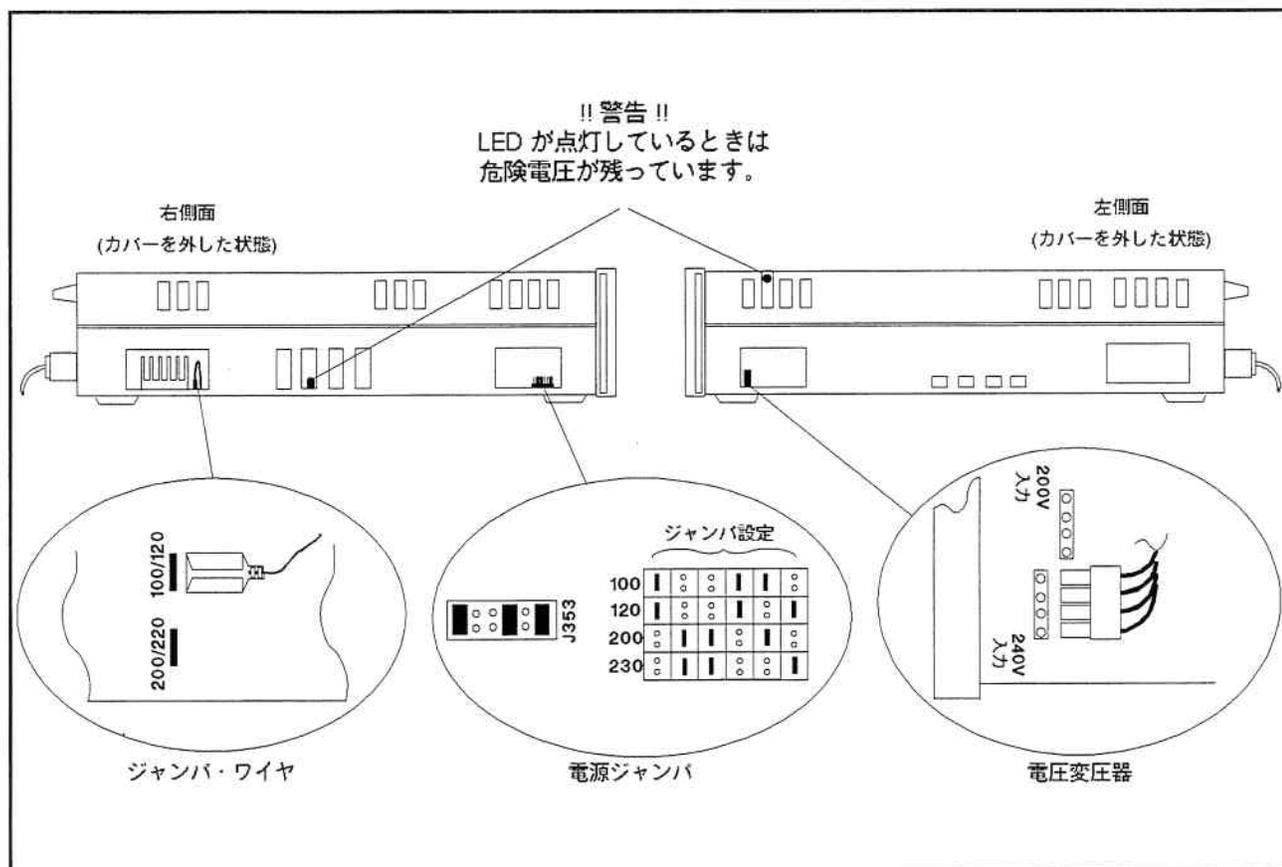

図 D-1. 電源変換コンポーネント
5. 電源コードのそばにある、装置側面の安全器の内部にある電源電圧ジャンパ・ワイヤを確認します (図 D-1 を参照)。